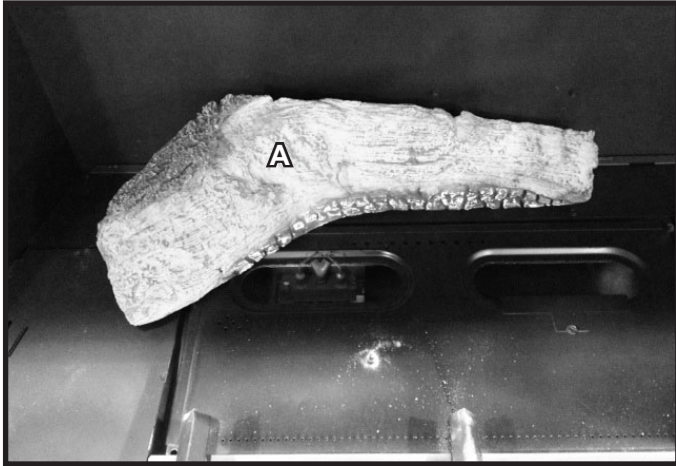

Figure 5. Bûche A installée
1. **(BÛCHE A) :** Localisez les deux trous de tiges au bas de la bûche A. Maintenez la bûche afin que la face plane soit orientée vers l'arrière de l'appareil et que les trous de tiges soient orientés vers le plateau de base. Placez la bûche A par-dessus les deux tiges identifiées pour la bûche A à la figure 4. Se référer à la figure 5.